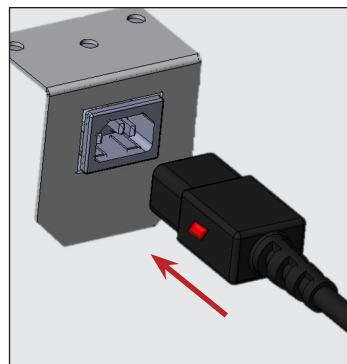

Fig. 1. Infilare completamente il cavo di alimentazione nel ricettacolo.
Fully seat the power cord into the appliance receptacle until it locks in position. Si veda la fig. 1
1. Rimuovere l'imballaggio esterno, (cartone e bolle o angoli in Styrofoam e plastica trasparente). Si veda la fig. 1 Ispezionare il prodotto per verificare che non vi siano danni nascosti.